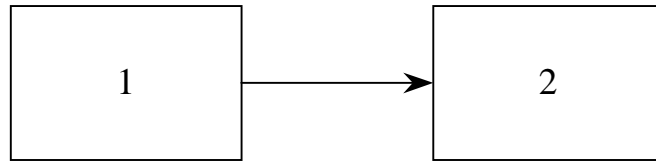

Рис.1. Схема соединения приборов при определении погрешности установки выходного напряжения:
3. Погрешность установки выходного напряжения источника питания постоянного тока в режиме стабилизации напряжения определяется с помощью приборов, соединенных по структурной схеме, изображенной на рис.1: